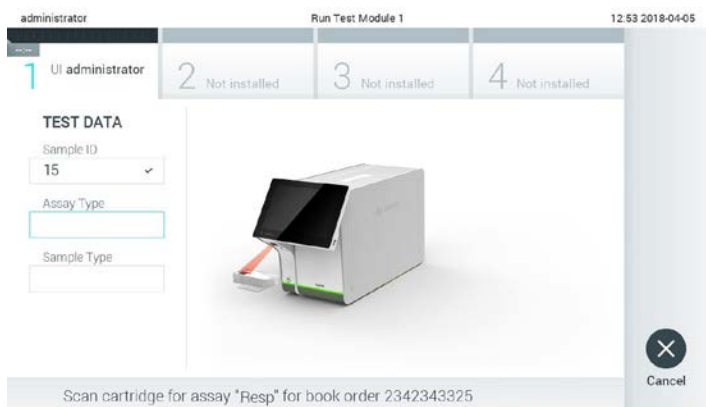

Figura 74. Digitalização do código de barras do cartucho de ensaio QIAstat-Dx.
4. Quando o pedido de teste tiver sido recebido de forma bem-sucedida do anfitrião, é apresentada a mensagem "Scan cartridge for assay <assay_name> and book order <order_number>" (Digitalizar cartucho para o ensaio <assay_name> e pedido de agendamento <order_number>). Digitalize o código de barras do cartucho de ensaio QIAstat-Dx especificado (Figura 74).